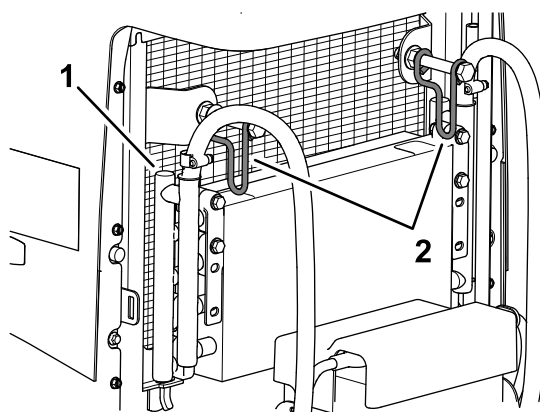

図 111
7. オイルクーラのラッチ2ヶ所を内側に押して解除し、クーラを傾ける 図 111。